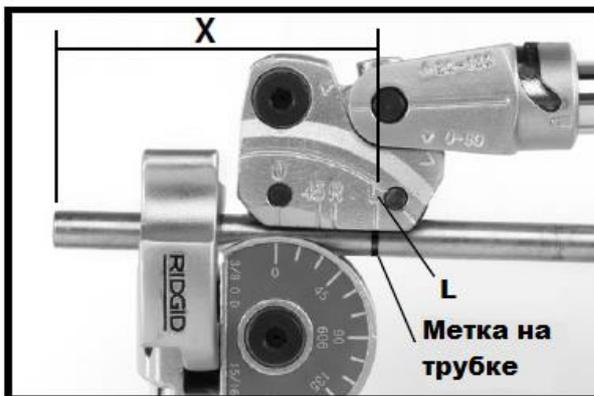

Рис. 6 - До
- Отметьте на трубке требуемое расстояние (X) от начала отсчёта (конец трубки, изгиб и т.д.) Расстояние
- Если начало отсчёта слева от метки (См. рис. 6) то ставим метку на указатель L на роликовой опоре